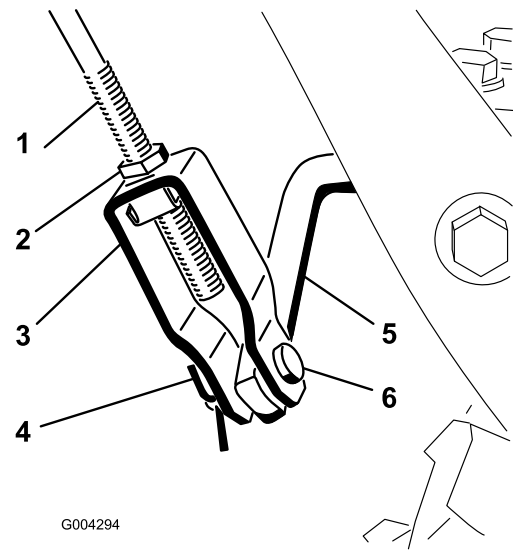

Figure 8
- Desserrez l'écrou de blocage au-dessus de la chape sur la tige de commande supérieure (Figure 8).
- Alignez les trous de la chape et de la tige de commande inférieure, et insérez l'axe de chape (Figure 8).
- C. Vissez ou dévissez la chape selon que vous souhaitez accroître ou réduire l'écart entre le haut de la poignée et le bas de la manette de commande de fraise/turbine (Figure 8).
6. Quand le réglage est correct, replacez l'axe de chape et fixez-le à l'aide de la goupille fendue (Figure 8).
7. Serrez l'écrou de blocage pour bloquer la chape (Figure 8).